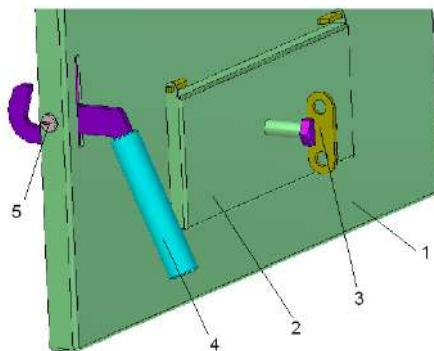

Рис.8 Дверца шуровочная
5.3.3 На дверцы (**рис.1, 2**) установить ручки 4 (**рис.8**), закрепив их осями 5.
На крышку 2 (**рис.8**) шуровочной дверцы 1 установить винт 3. С его помощью можно регулировать тягу зазором до 20 мм.